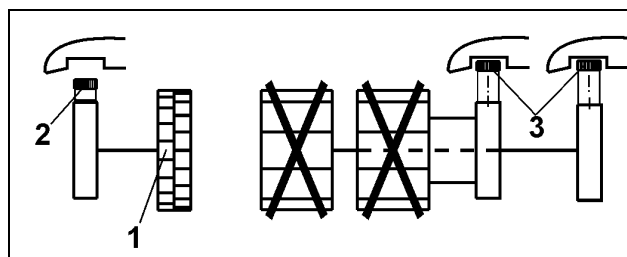

Fig. 63
Para sembrar con la rueda de siembra fina (Fig. 63/1)
- enroscar el tornillo moleteado (Fig. 63/2) de la rueda de siembra fina
- desenroscar los tornillos moleteados (Fig. 63/3) de ambas ruedas principales de siembra.